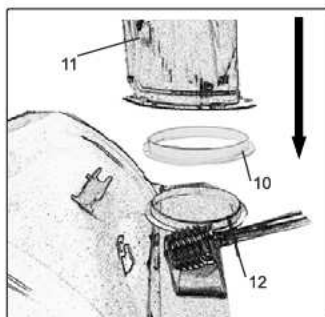
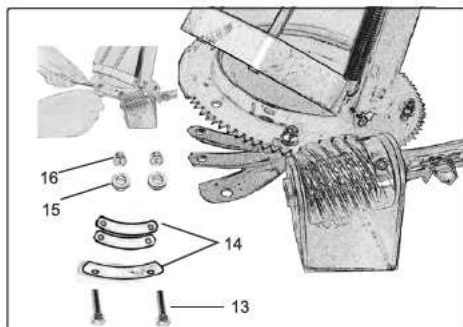

Рис. 5
Рис. 6
•Для установки желоба разместите пластиковое кольцо желоба (рис. 5 поз.10) под желобом (рис. 5 поз. 11) и установите его в основании корпуса желоба (рис. 5 поз.12). Установите и затяните болтами (рис. 6 поз.13) прижимные пластины с помощью гаек (рис. 6 поз.16) с шайбами (рис. 6 поз.15).